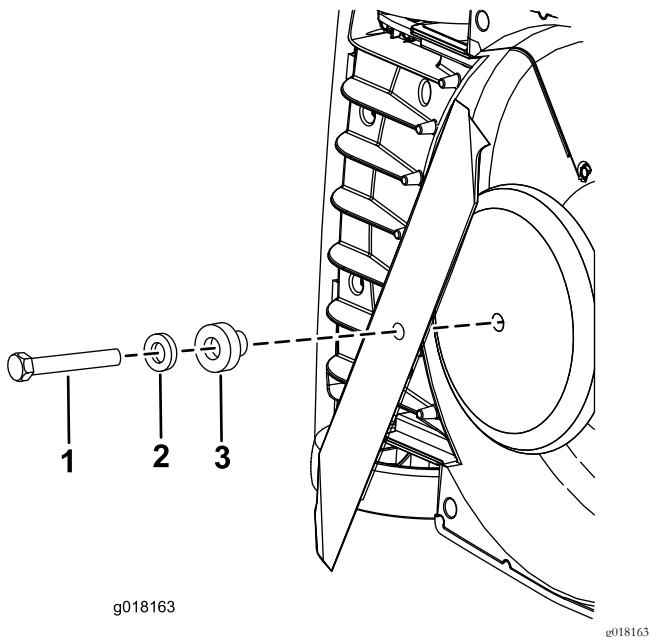

Figura 23
5. Retire el perno, la arandela y el espaciador, luego retire la cuchilla (Figura 23).
7. Sujete la cuchilla nueva con el perno, la arandela y el espaciador que retiró anteriormente (Figura 23).